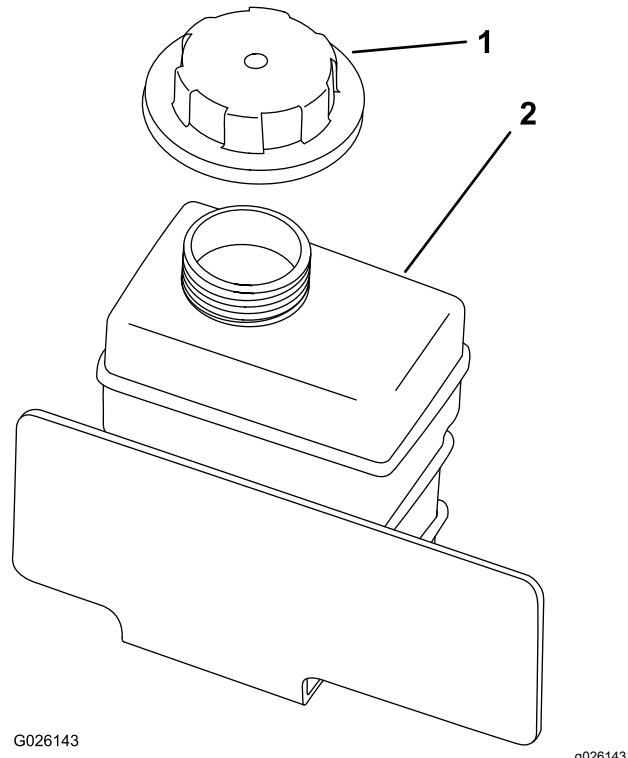

Рисунок 71
8. Медленно заливайте жидкость в расширительный бачок так, чтобы ее уровень достиг нижнего уровня заливной горловины (Рисунок 71).
9. Установите крышку на расширительный бачок (Рисунок 71).